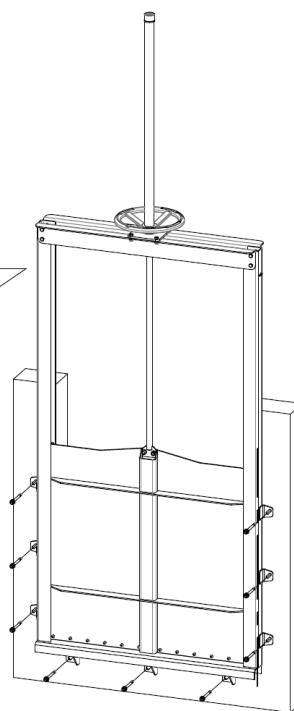

Figura 13
- Perforar Perfure e instale o restante dos chumbadores (consulte a Figura 13)